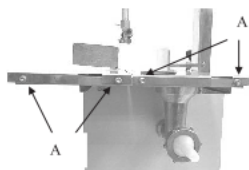

Рисунок 5
1. Ослабьте 4 винта со стороны стола (Рис. 5А).
5. Используйте четыре винта, чтобы собрать фиксирующую пластину на столе (рис.5А).